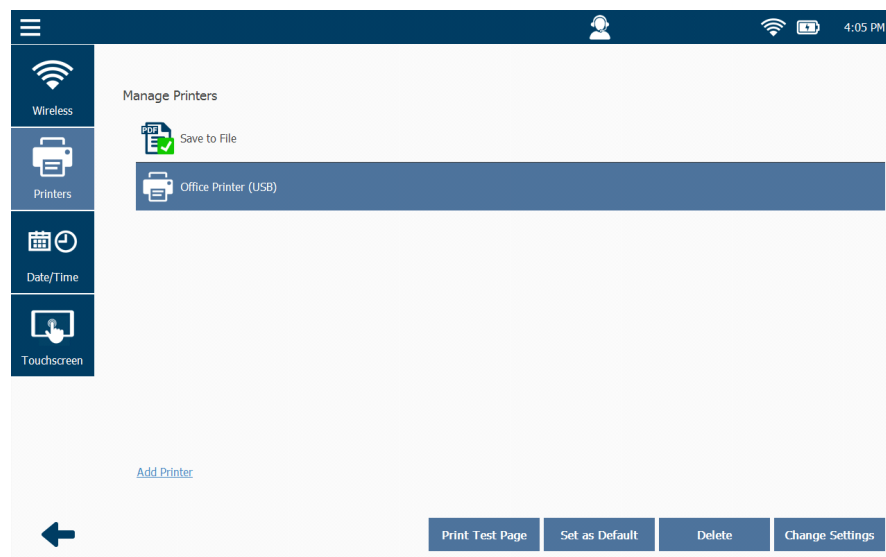

Figure 6.17 Imprimante surlignée
- 1 Surlignez l'imprimante que vous avez choisie (voir Figure 6.17).
- 1 Surlignez l'imprimante que vous souhaitez supprimer (voir Figure 6.17).